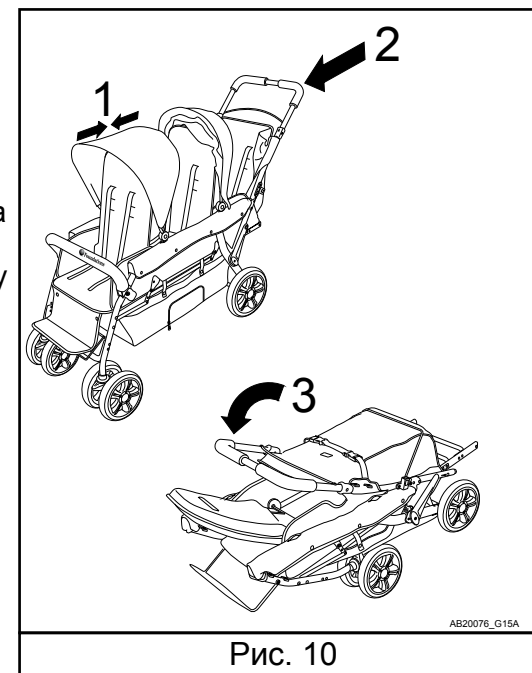

Рис. 10
Примечание: чтобы облегчить складывание коляски, следует сложить вместе капюшоны, а спинки сидений привести в вертикальное положение (1). См. рис. 10. Нажмите на рычажок правого устройства разблокировки складного механизма (1). Оттяните и правое, и левое устройства назад в направлении ручки, пока она не высвободится. После высвобождения ручки толкните ее вперед, чтобы сложить полностью.